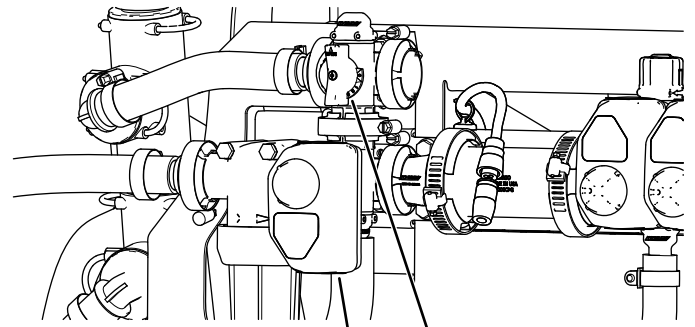

Figure 131
10. Réglez la vanne de dérivation d'agitation (Figure 131) à l'arrière de la vanne d'agitation jusqu'à ce que la pression indiquée soit 6,89 bar.